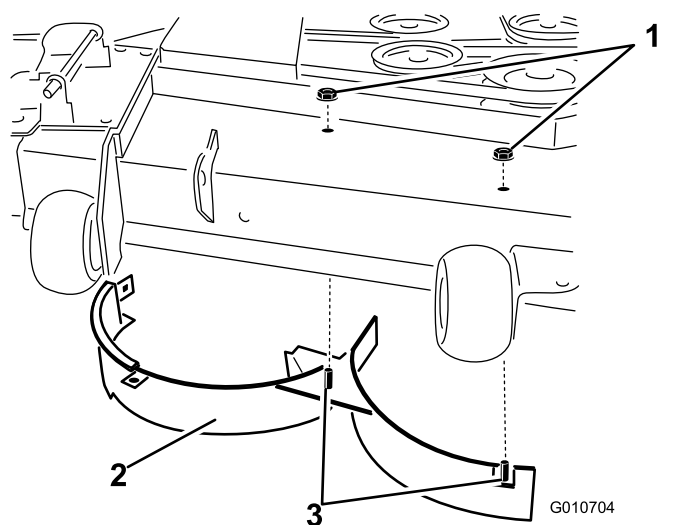

Figura 30
8. Rimuovete i 2 dadi di bloccaggio (5/16") fissati sui perni saldati del deflettore destro in posizione centrale e destra, sulla parte superiore del piatto di taglio (Figura 30).